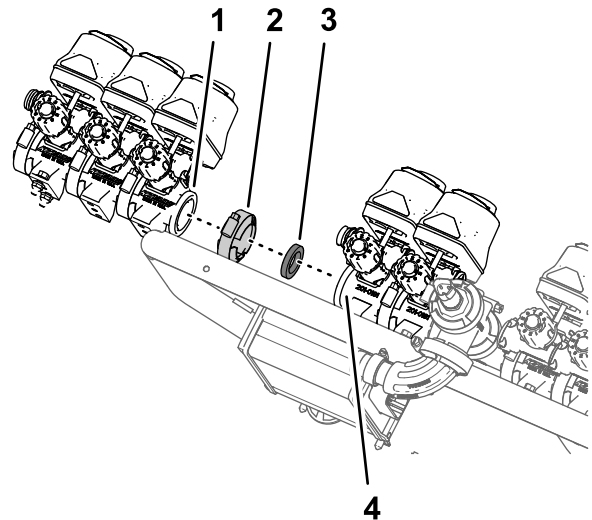

Bild 105
1. Befestigen Sie die drei Abschnittventile (Bild 105), die Sie in Schritt 8 in Abnehmen der Abschnittventile von der Verteilerbefestigung \(Seite 35\) entfernt haben, mit der Flanschklemme und der Dichtung, die Sie in Schritt 4 in Abnehmen der Abschnittventile von der Verteilerbefestigung \(Seite 35\) entfernt haben, am Flansch des Ventils 7 des Sprühventils.